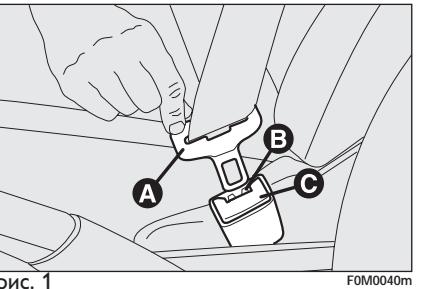

рис. 1
## РЕМНИ БЕЗОПАСНОСТИ ИСПОЛЬЗОВАНИЕ РЕМНЕЙ БЕЗОПАСНОСТИ рис. 1
**C**-рис. 1 при движении ав-